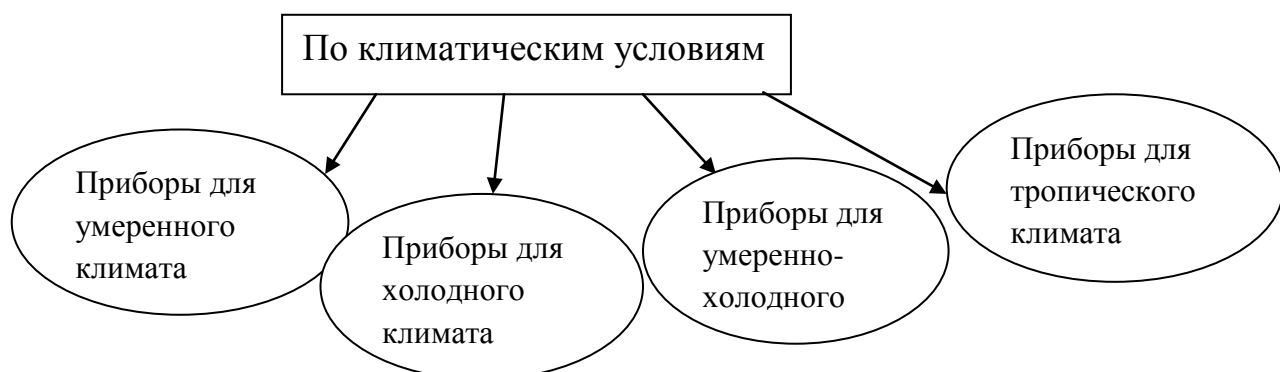

Рисунок 2 – Классификация по климатическим условиям
2. В зависимости от климатических условий эксплуатации электробытовые приборы выпускают различных климатических исполнений (рисунок 2).